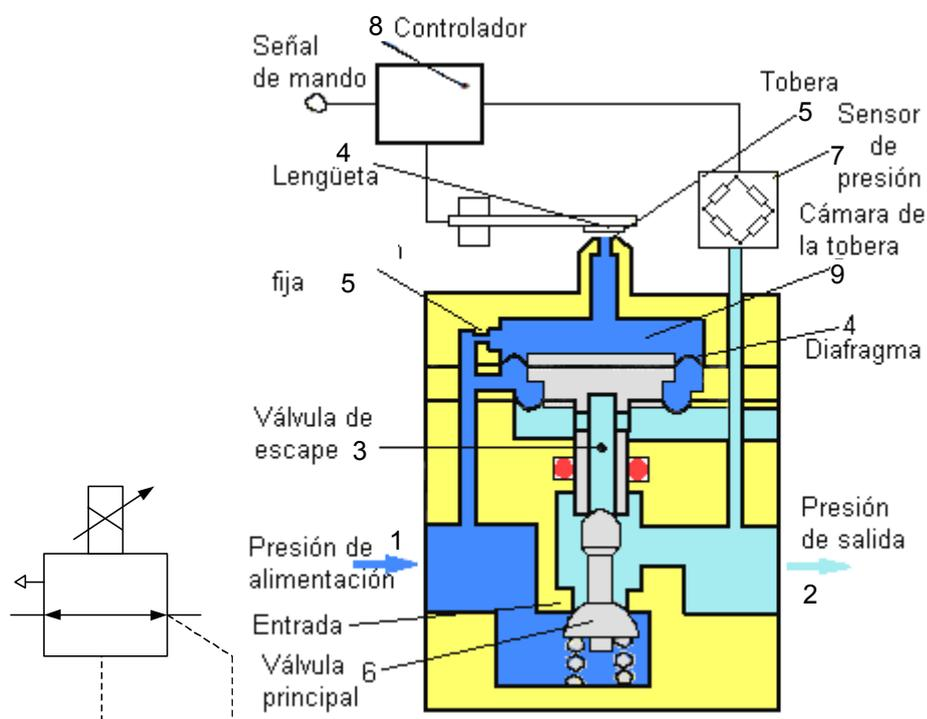

Figura 8-4. Válvula proporcional de presión.
Una tensión de alimentación de consigna hace que una lengüeta (4) (figura 8-4) ocupe una determinada posición ante una tobera (5), de tal manera que salga a escape un cierto caudal de aire, y se obtenga un determinado equilibrio, en el que la válvula principal (6) adquiere una determinada posición.